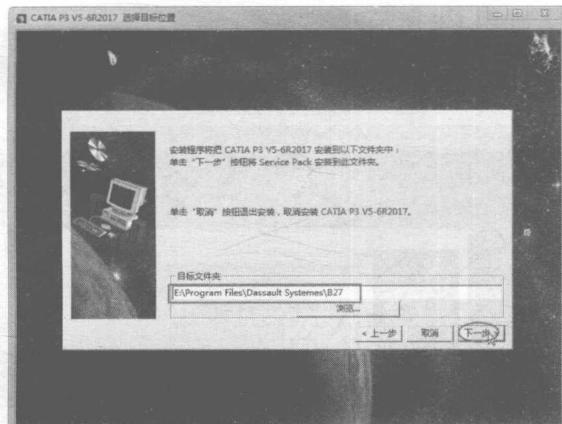
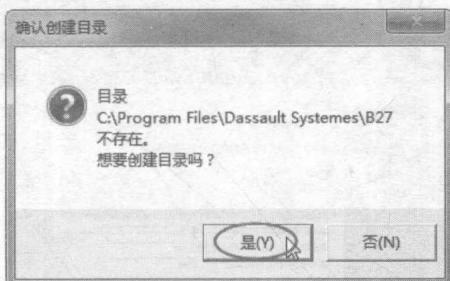

图 1-2 选择安装位置
图 1-3 【确认创建目录】对话框
- 02 单击【下一步】按钮，在【选择目标位置】页面中可以重新输入软件的安装位置，如图 1-2 所示。也可以单击【浏览】按钮选择安装路径。单击【下一步】按钮，如果你的安装路径下从来没有安装过 CATIA，将会弹出【确认创建目录】对话框，如图 1-3 所示，单击【是】按钮。